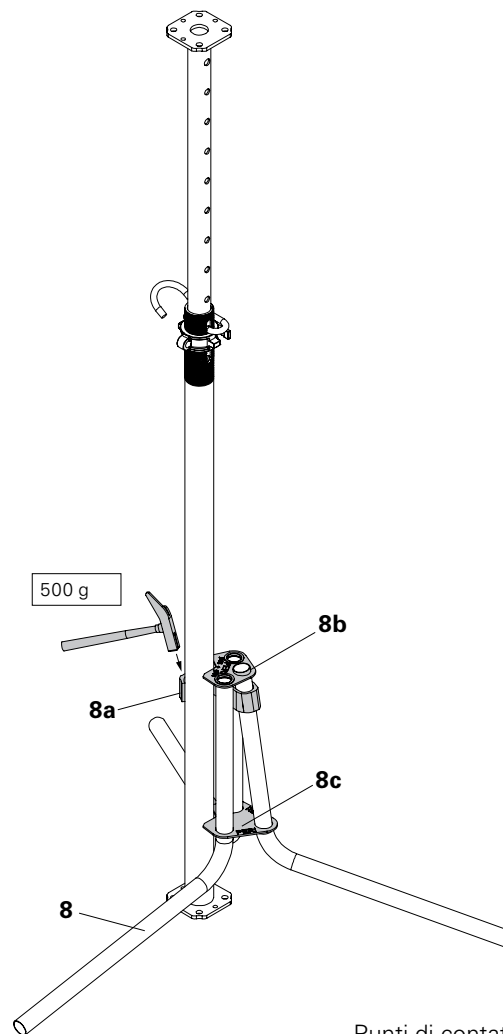

Fig. A1.03
1. Inserire il puntello preassemblato nel treppiede (8). (Fig. A1.03)
2. Bloccare l'attacco scorrevole (8a) con il martello. (Fig. A1.03)